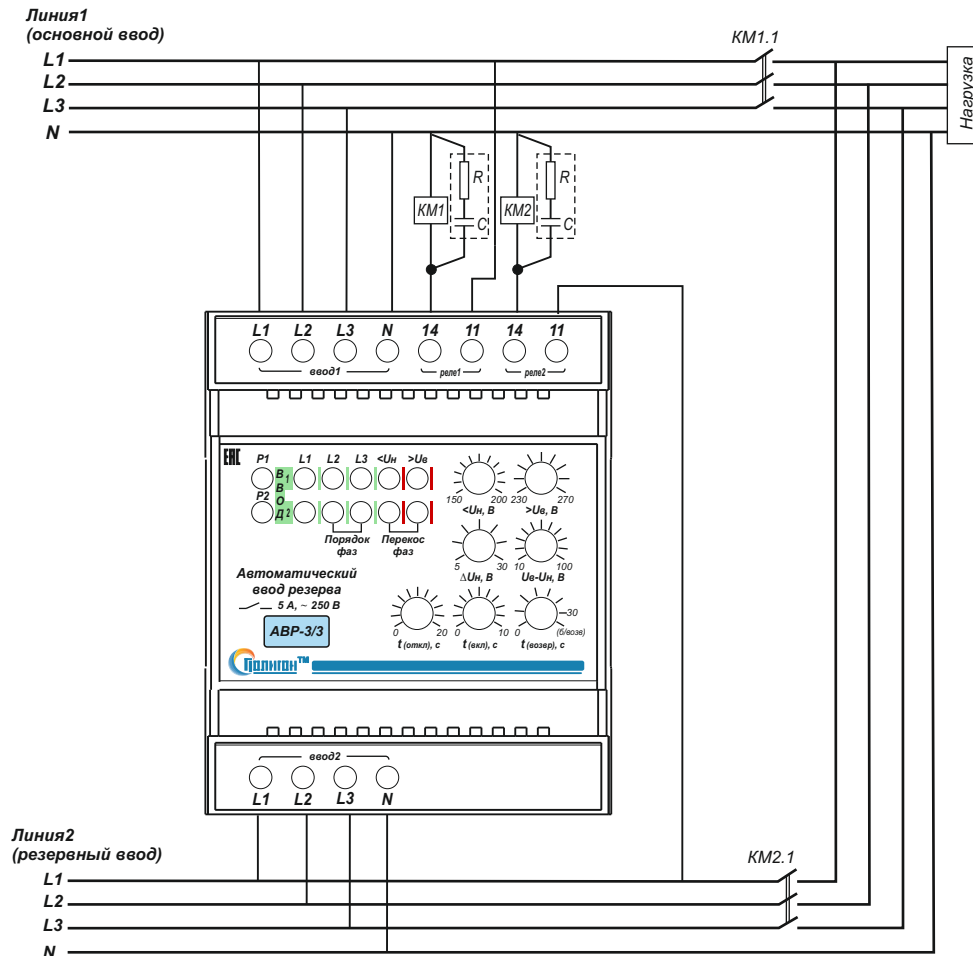

Рис.1. Типовая схема подключения АВР-3/3. Рекомендуется включать параллельно катушке пускателя искрогасящую цепочку R – 51 Ом 1Вт, С – 0,1 мкФ 630 В.
4.3 Произвести подключение контролируемой сети основного и резервного ввода, цепей управления и сигнализации согласно маркировке (Рис. 1.): L1, L2, L3 (ВВОД 1) — Линия 1 — фазы основного ввода; L1, L2, L3 (ВВОД 2) — Линия 2 — фазы резервного ввода; N — нейтраль (общая для основного и резервного вводов); 12-11-14 (NC-